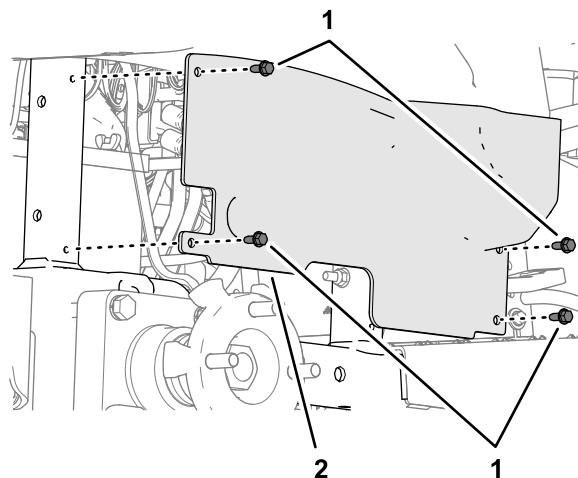

Figure 31
3. Retirez les 4 vis à embase ($\frac{1}{4}$ " x $\frac{5}{8}$ ") qui fixent le panneau de protection de la roue sur le cadre de la machine (Figure 31).
6. Alignez les trous du panneau de protection de la roue et ceux du cadre de la machine (Figure 31), puis fixez le panneau de protection au cadre à l'aide des 4 vis à embase ($\frac{1}{4}$ " x $\frac{5}{8}$ "") que vous avez retirées à l'opération 3.